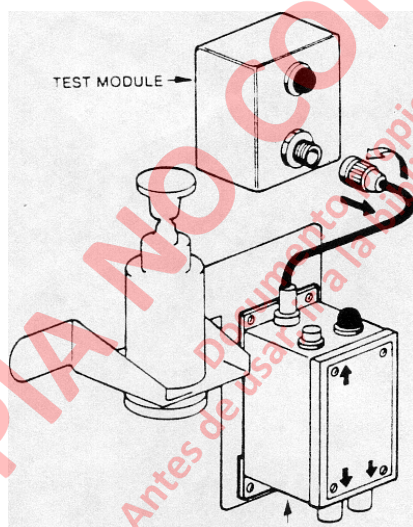

FIGURA 2.3-21. RETIRO DEL MODULO DE
9. Saque el kit de prueba del sistema desconectando el conector del detonador desde el módulo de prueba (Figura 2.3-21).